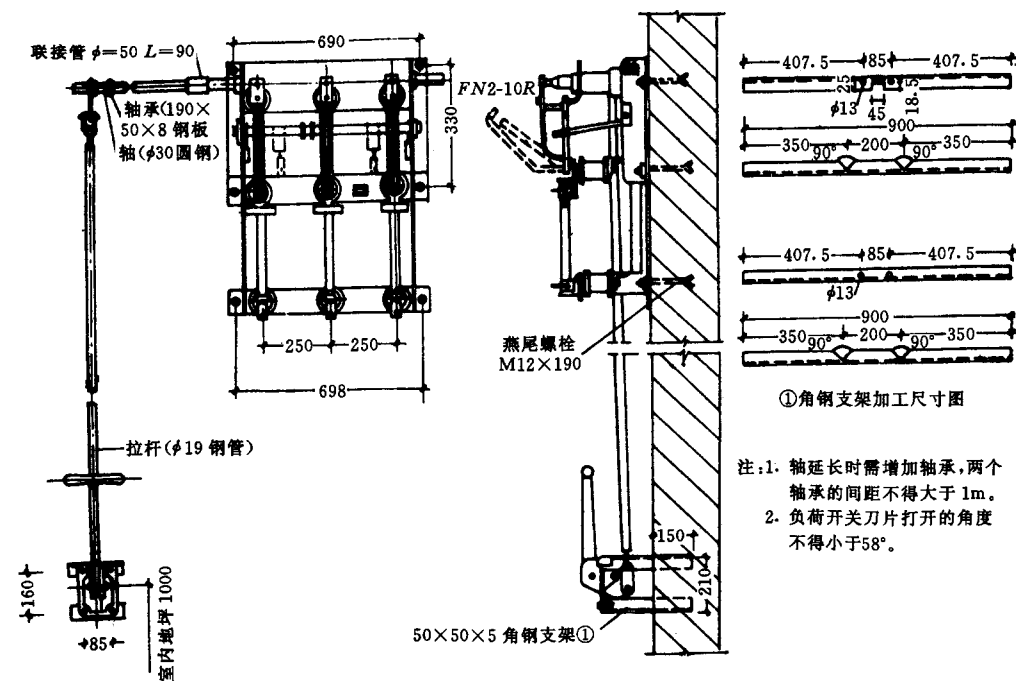

图 2-68
3.3.2.1 3.3.2.1 3.3.2.1 靠墙安装（图 2-68、2-69）；